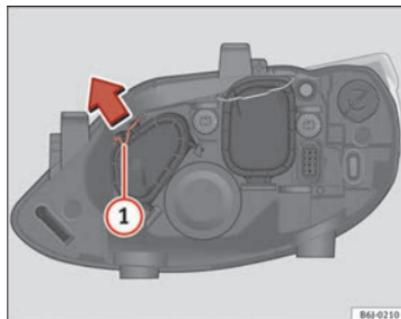

Fig. 161 Luz de posición
- Desplace el tirante ① en el sentido de la flecha y saque la tapa ⇒ fig. 161.